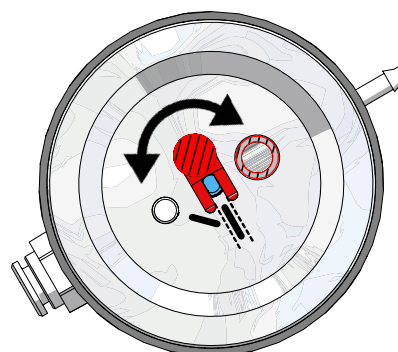

Fig. 12
- ⇒ Ved blæsetanke 25 - 70 µm skal doseringsdysen justeres (fig. 12)!